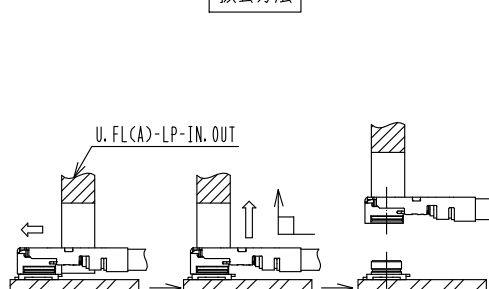

図2
(2) コネクタの引抜きは、下記の専用引抜き治具を用いて引き抜いて下さい。(図2)